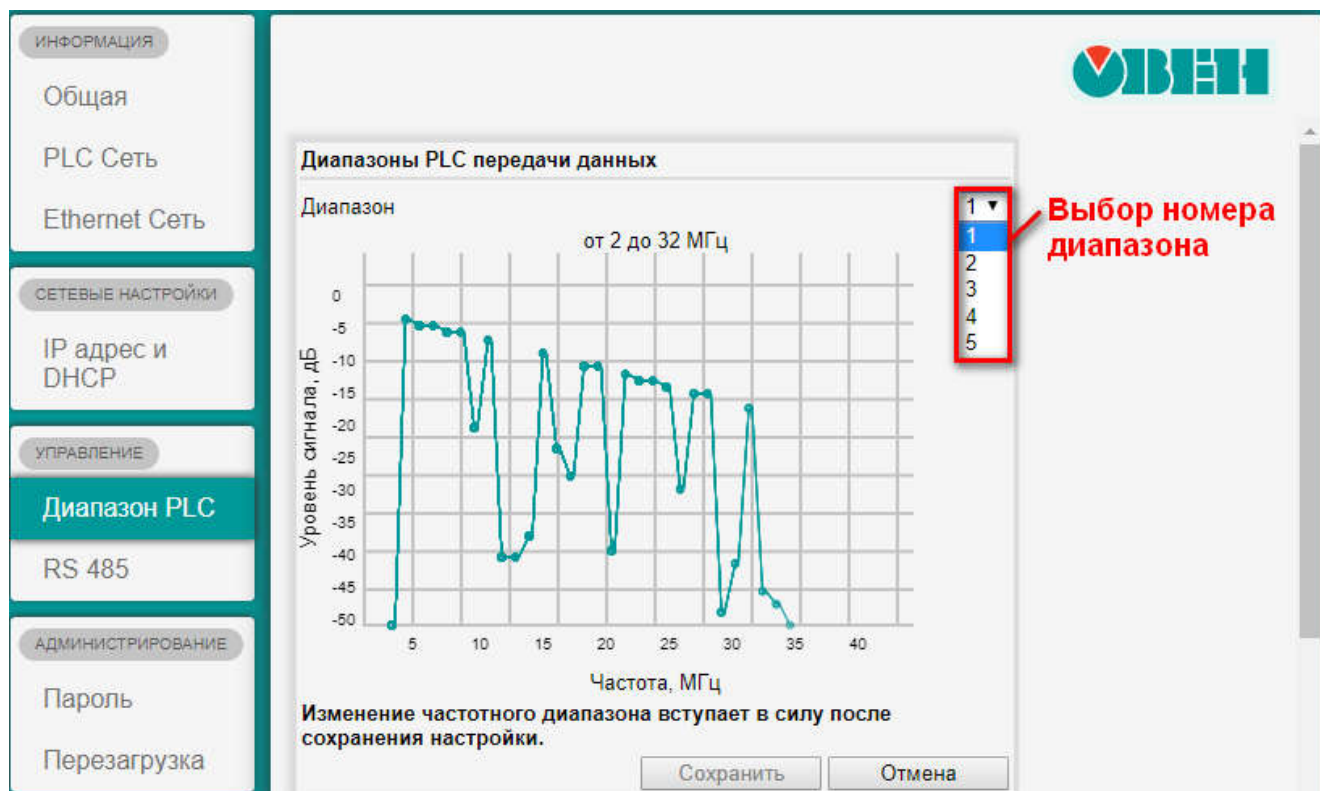

Рис.8
4.1. Вкладка «Диапазон PLC» предназначена для выбора диапазона передачи данных (Рис.8). Для корректной работы приборы должны находиться в одном диапазоне передачи данных.